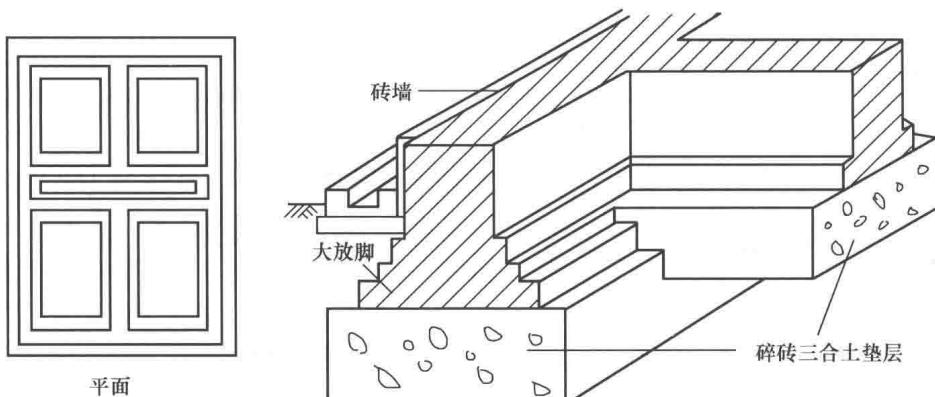

图 1-7-1 墙下条形基础示意图
1. 墙下条形基础 当建筑物上部结构采用墙体承重时，基础沿墙身设置，多做成长条形基础，这类基础称为条形基础。墙下条形基础示意图见图 1-7-1。